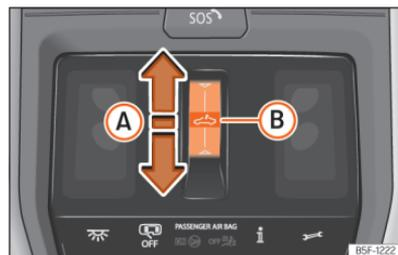

Abb. 85 Im Dachhimmel: Bedienelement für Panorama-Schiebedach.
- Automatische Bewegung: Den Finger nach hinten über den Funktionsbereich  **>>>** (Abb. 85) **A** ziehen.
- Innerhalb von etwa 5 Sekunden nach der Aktivierung des Einklemmschutzes den Finger nach vorne über den Funktionsbereich  **>>> [Abb. 85]  ziehen und gedrückt halten bis das Dach vollständig geschlossen ist.**